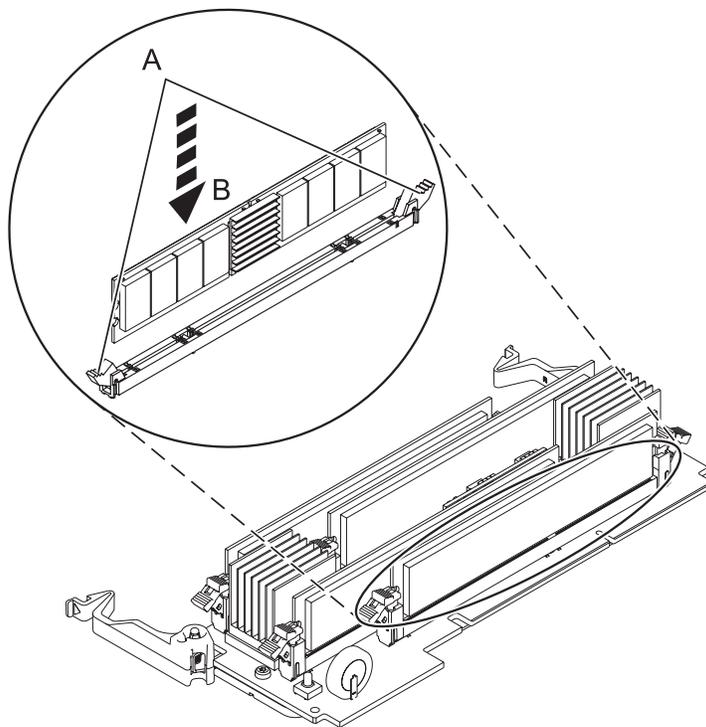

Figure 5. Installation d'un module de mémoire
13. Vérifiez que les languettes de verrouillage du connecteur **(A)** sont en position ouverte, comme indiqué dans la figure 5, avant d'installer un nouveau module de mémoire.